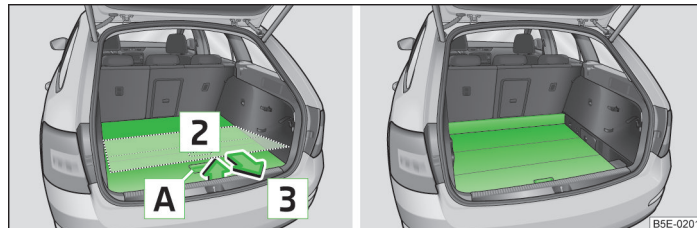

Fig. 97 Regolare il piano di carico variabile nella posizione inferiore / piano di carico variabile nella posizione inferiore
- Afferrare la parte posteriore del piano di carico variabile in corrispondenza della maniglia **A** » fig. 97.